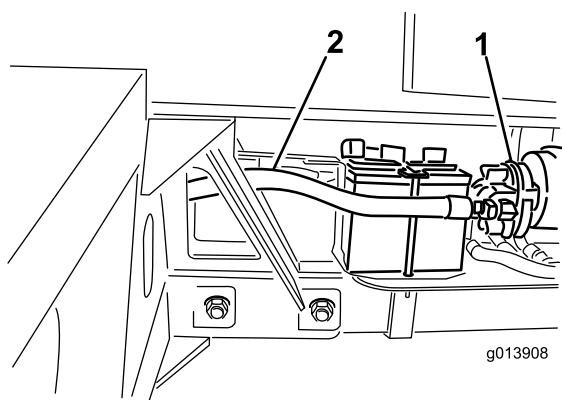

Figura 12
37. Conecte el manguito hidráulico N° 4 al lado de aspiración de la bomba hidráulica (Figura 12).